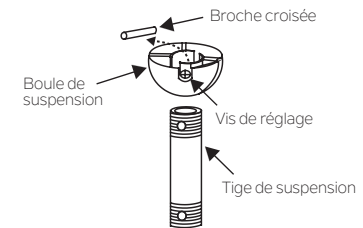

Fig. 7
**Étape 5.** Retirez la boule de suspension de l'assemblage de la tige descendante en desserrant la vis de réglage, en dévissant et en retirant la goupille transversale et en dévissant la boule de la tige. (Fig.7)